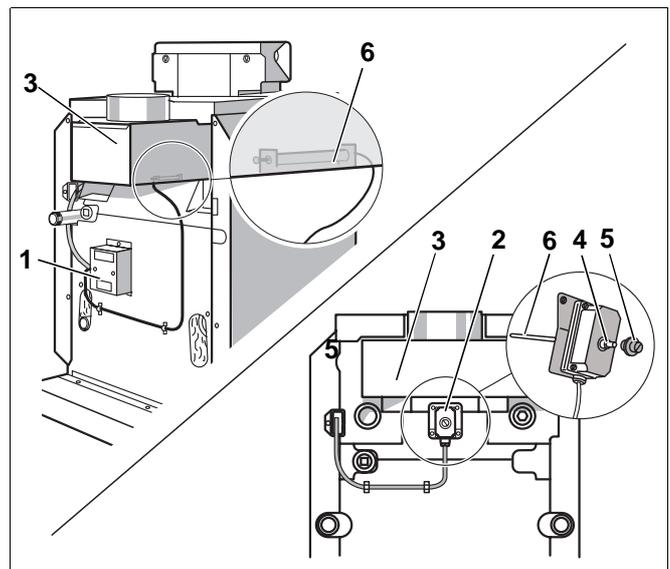

Abb. 6 Abgasüberwachungen
- Die Abgasüberwachung AW 50 (Abb. 6, **Pos. 1**) startet nach einigen Minuten den Brenner wieder automatisch, sofern Wärmebedarf besteht.
- Bei der Abgasüberwachung AW 10 (Abb. 6, **Pos. 2**) entfernen Sie nach ca. zwei Minuten die Schutzkappe (Abb. 6, **Pos. 5**) und drücken den Entriegelungsstift (Abb. 6, **Pos. 4**) ein.